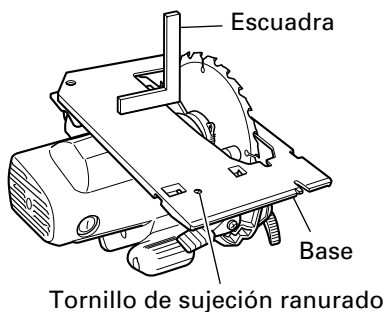

Fig. 22
- (1) Gire la cara de la base hacia arriba (Fig.22), y afloje la palanca (A).
- (2) Aplique una escuadra a la base y la cuchilla de la sierra y, girando el tornillo de sujeción ranurado con un destornillador de punta plana, desplace la posición de la base hasta conseguir un ángulo recto.